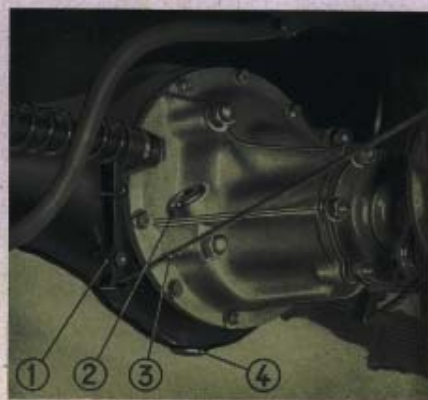

Fig. 34. Gruppo differenziale e organi vari.
L'olio si introduce da un apposito bocchettone chiuso da un tappo (2) a testa esagonale, situato nella parte posteriore della scatola del ponte (ved. fig. 34).